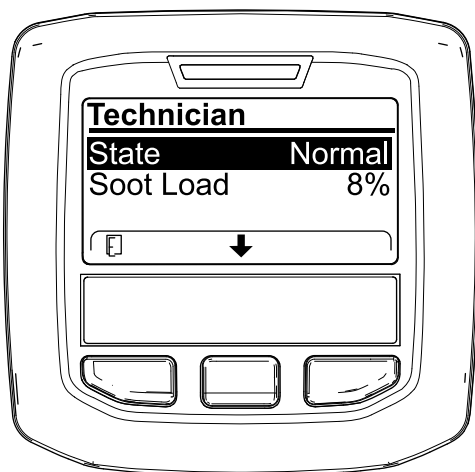

Рисунок 34
- Используйте рабочую таблицу по фильтру DPF, чтобы понять текущее состояние работы DPF (Рисунок 34).